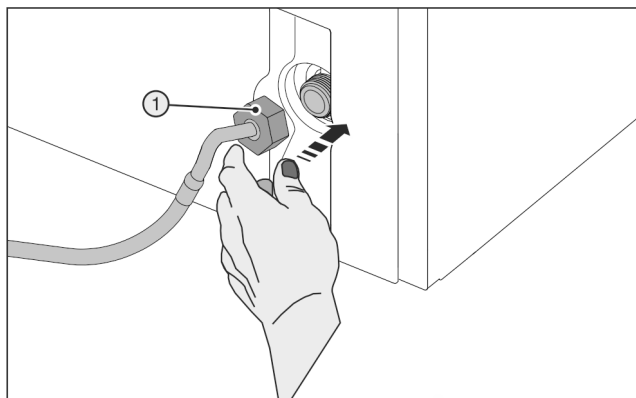

Fig. 24
- ▶ Draai de moer Fig. 24 (1) voorzichtig aan en schroef de moer recht op de draad.
- ▶ De moer Fig. 24 (1) voorzichtig aanbrengen en met twee vingers recht op de schroefdraad draaien tot een correcte, vaste passing wordt bereikt.
- ▶ Hulpgereedschap (5) uitsluitend op kamertemperatuur gebruiken.
- ▶ De moer Fig. 24 (1) moet met het hulpgereedschap (5) rechtsonder worden vastgedraaid tot het maximale aanhaalmoment is bereikt en het hulpgereedschap (5) is dolgedraaid.